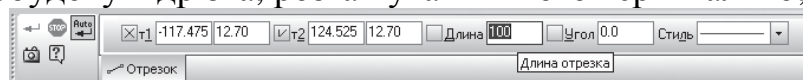

Рис. 1.1. Автостворення об'єкта
- зверніть увагу на панель спеціального управління, кнопка автостворення об'єкта за замовчуванням натиснута. Поки вона знаходиться в цьому стані, всі об'єкти створюються одразу після введення параметрів, достатніх для побудови (рис. 1.1);